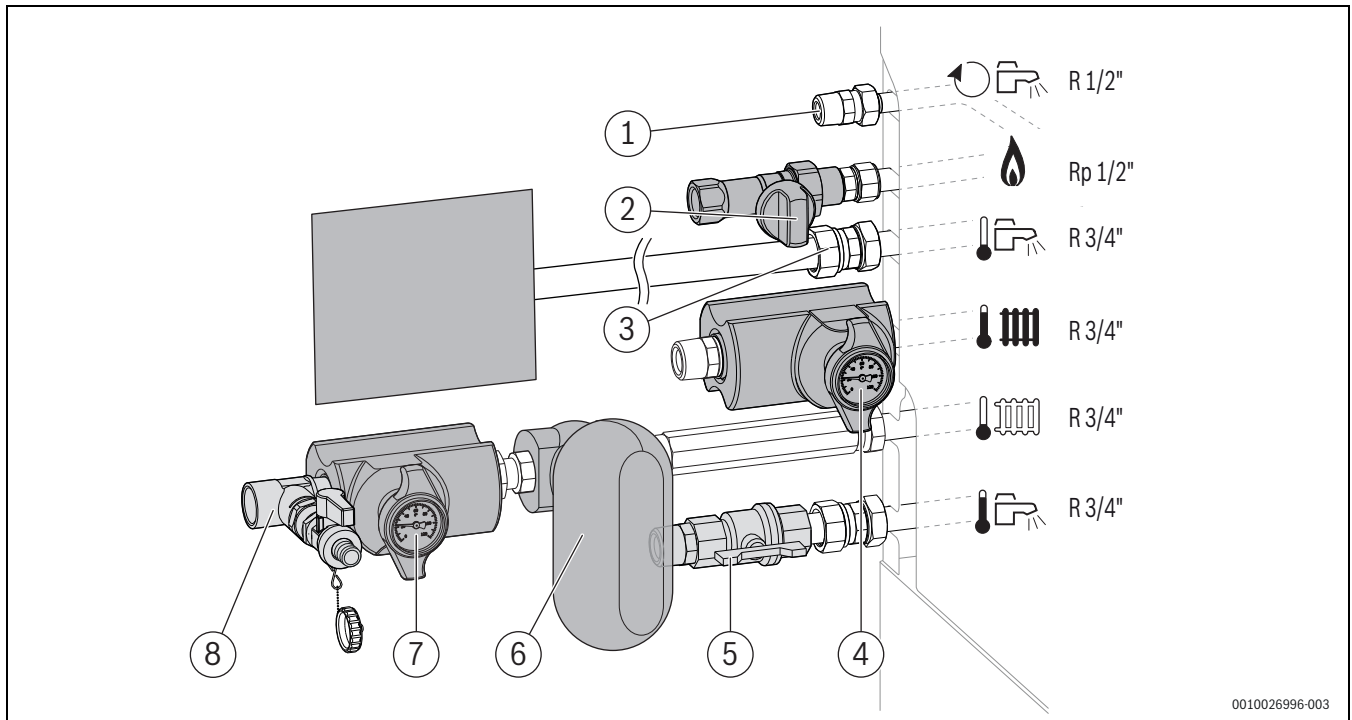

Bild 120 Armaturen-Set Zubehör CS 28-1 – Beispiel: Anschlüsse horizontal auf der linken Seite
- ▶ Heizungsvorlaufhahn (→ Bild 120, [3]) und Heizungsrücklaufhahn (→ Bild 120, [5]) öffnen.
- ▶ Heizungsanlage auf 1 bis 2 bar über Füllrichtung (Zubehör CS 30) (→ Bild 120, [4]) füllen.